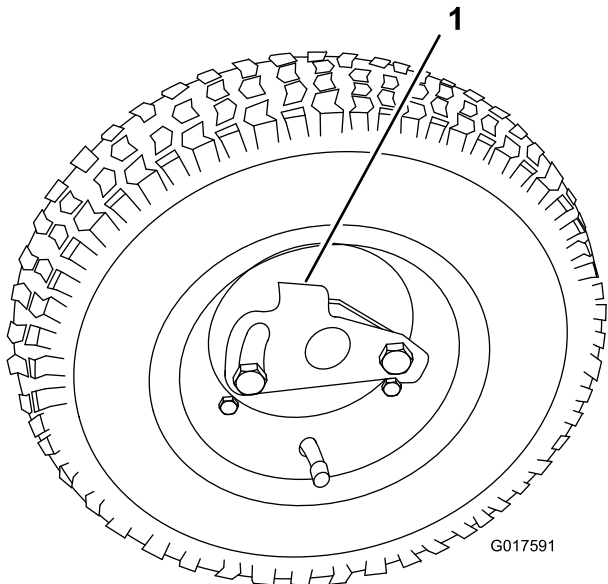

Figure 10
3. Faites pivoter le clip de verrouillage pour l'éloigner du centre de la roue et lui permettre de coulisser plus avant sur l'essieu (Figure 10).